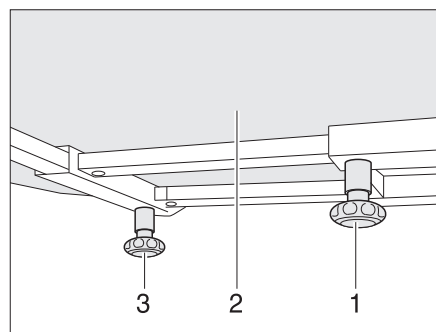

Fig. 97 Mesa fija
- Aflojar el tornillo moleteado (Fig. 97,1).
- Desplazar a la posición deseada el tablero de la mesa (Fig. 97,2).
- Aflojar el tornillo moleteado (Fig. 97,3).